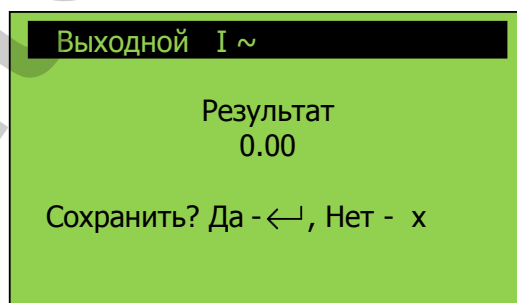

Рисунок 32 – Внешний вид окна «Выходной I ~ / Результат»
3.5.6.12 Нажать кнопку «← / ⊕», на графическом дисплее отображается окно подтверждения «Выходной I ~ / Результат» (см. рисунок 32). Вращая рукоятку регулятора напряжения проверить совпадение показаний силы переменного тока на выходе Аппарата и измерителя переменного тока (РА1) в нескольких точках.